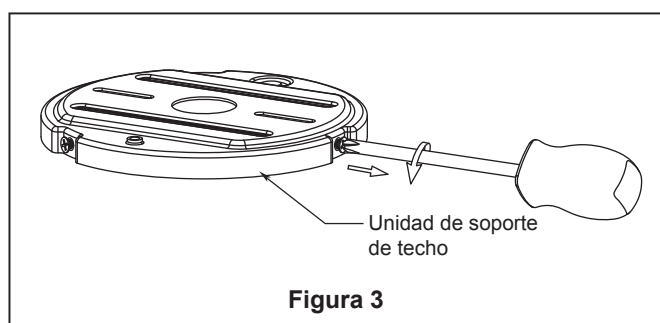

Figura 3
Profunda caja con aparato ortopédico (Figura 3)
2. Extraiga los cuatro tornillos desde el soporte de techo. Guárdelos para después. (Figura 3)
3. Fije completamente los tornillos para fijar las palas en la rueda giratoria del motor. (Figura 3)
3. Cuelgue el motor del soporte del techo usando el gancho del soporte y el cable del ventilador, tal y como se muestra a continuación. Ahora puede proceder con el cableado eléctrico de su ventilador. (Figura 3)
3. Una vez haya hecho las conexiones, coloque los cables hacia arriba y empújelos cuidadosamente hacia dentro de la caja de la toma de corriente, poniendo los cables blancos y verdes a un lado de la caja y los negros hacia el otro lado. Los cables deben ser colocados de forma extendida poniendo el conductor de la toma de tierra y el conductor de toma de tierra del equipo a un lado de la caja, colocando el conductor sin toma de tierra en el otro lado de la caja. (Figura 3)
3. Instale la bandeja de techo en el soporte de techo usando los tornillos anteriormente extraídos y fijela con todos los tornillos. (Figura 3)
- 3.** Para que el ventilador sea funcional, instale las pilas (incluidas) de 23A/12V en el transmisor del mando a distancia. Mientras el ventilador esté apagado. A continuación, siga el proceso de fijación remota de código. Si no se utiliza el ventilador durante un largo periodo de tiempo, extraiga la batería para evitar cualquier daño al transmisor. Almacene el mando a distancia en un lugar alejado del calor o la humedad excesiva. (Figura 3)